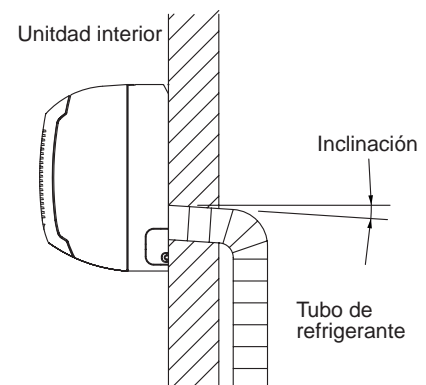

Fig. 3-63
1. El tubo de condensados debe ser dirigido hacia el exterior estando inclinado hacia abajo (Fig. 3-63)